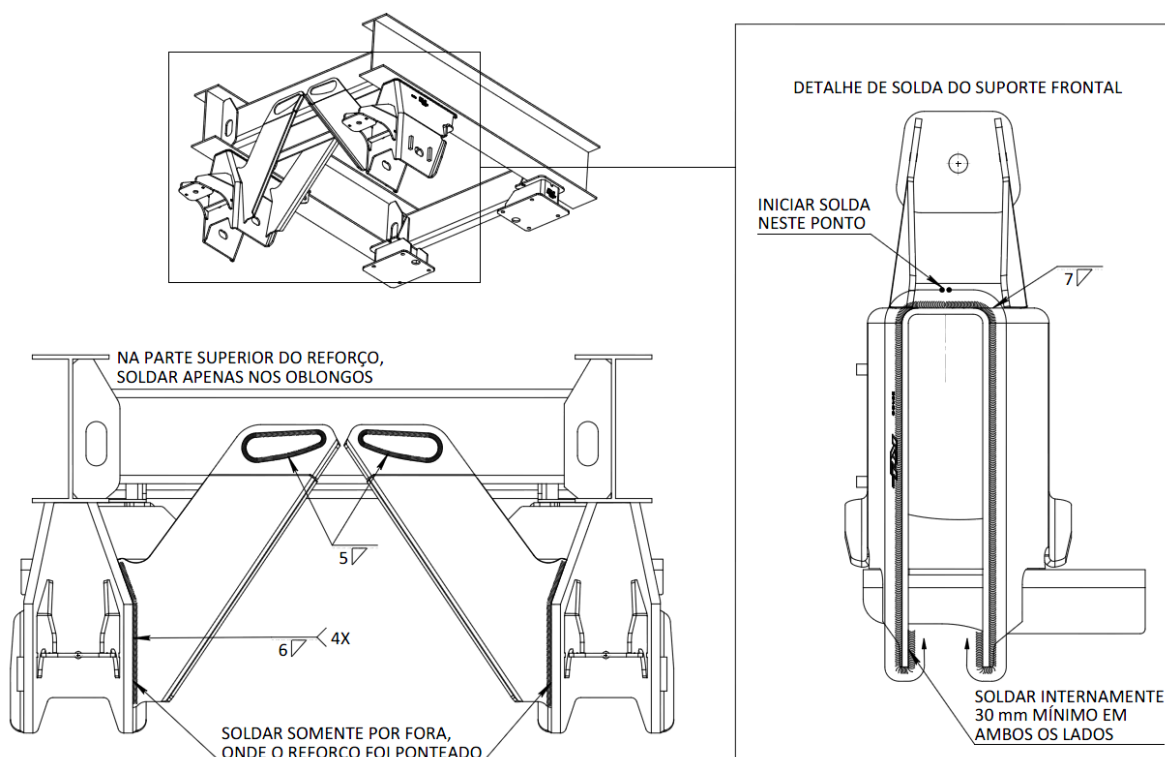

Figura 06: Solda dos reforços de ligação e do suporte frontal
4. Observe rigorosamente as instruções de solda do suporte na base, como mostra a figura 06.